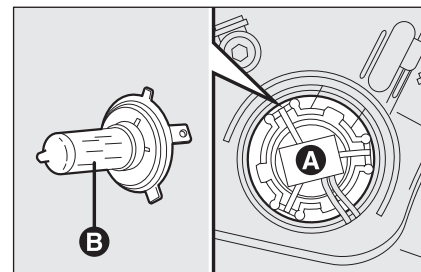

fig. 17
- premere sul connettore elettrico centrale **A**-fig. 17 e sfilare il gruppo completo;